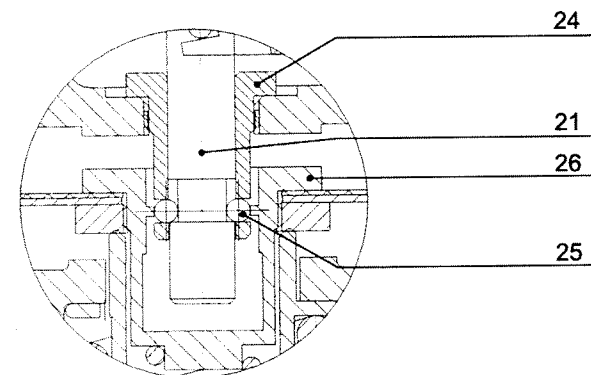

Рисунок 4
24 с шариками 25 (рис. 4), установленный в головке клапана-отсекателя. В центральной части подвижной системы смонтирована каретка 26.
- перед сборкой уплотнительные кольца, шарики 25 (рис. 4), посадочные отверстия под шарики сепаратора 24 и внутреннюю поверхность бурта каретки 26 смазать консистентной смазкой ВНИИНП220 ТУ38.101475-74;